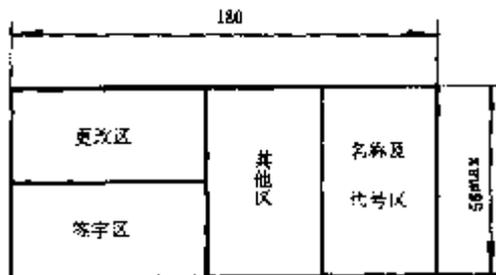
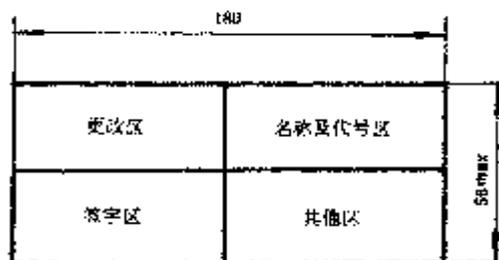

图 1
图 2
标题栏一般由更改区、签字区、其他区、名称及代号区组成，见图 1 和图 2。也可按实际需要增加或减少。
5.1 标题栏中各区的布置见图 1，也可采用图 2 的形式。当采用图 1 的形式配置标题栏时，名称及代号区中的图样代号应放在该区的最下方（见附录 A）。
5.2 标题栏各部分尺寸与格式见图 1 和图 2，也可参照附录 A。